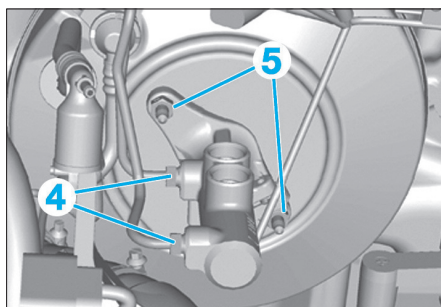

FIG. 14
- Débrancher le flexible de recirculation (2) du cylindre émetteur d'embrayage et l'attacher en hauteur ou pincer le flexible de recirculation (2) du cylindre émetteur d'embrayage à l'aide d'un outil de commercialisation courante.
- Repérer les conduites de frein sur le maître-cylindre (4), les dévisser et les obturer immédiatement avec des obturateurs (Fig.14).